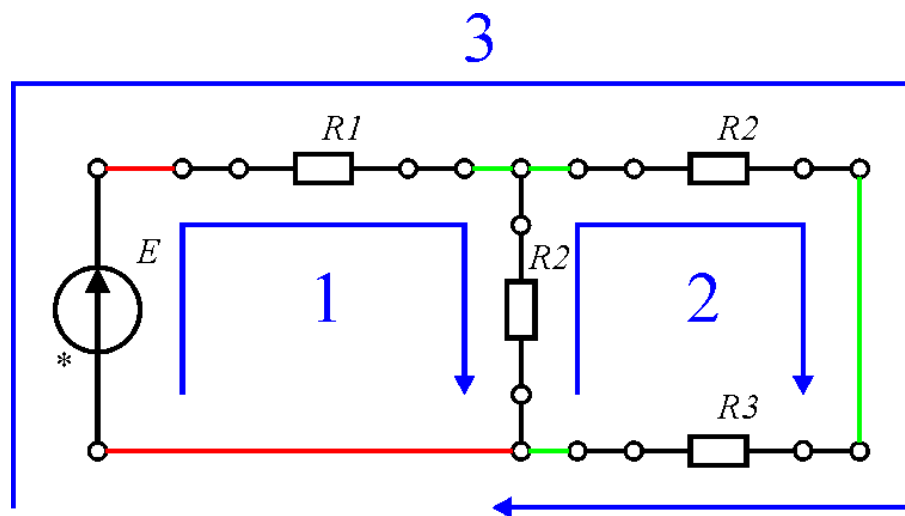

Рис. 6
4. Соберите схему рис. 6. Установите произвольное значение ЭДС. Обходя контур 1, по часовой стрелке найдите значения напряжений на каждом из участков цепи. Проверьте второй закон Кирхгофа. Проведите аналогичные измерения для контуров 2 и 3. Сделайте выводы.